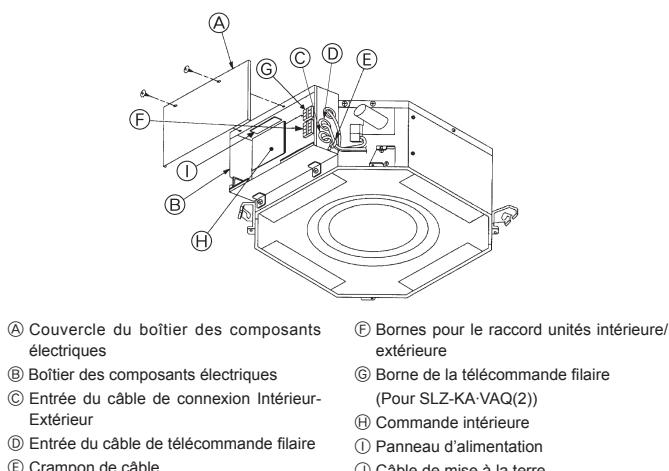
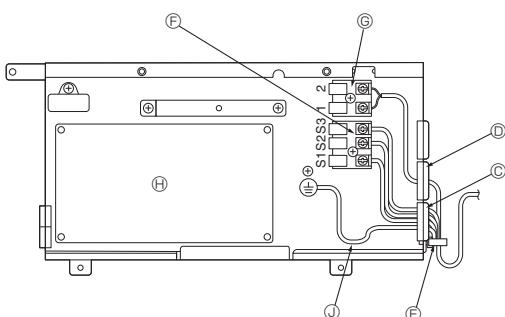

Fig. 7-2
Fig. 7-3
7.2. Appareil intérieure (Fig. 7-2) (Fig. 7-3)